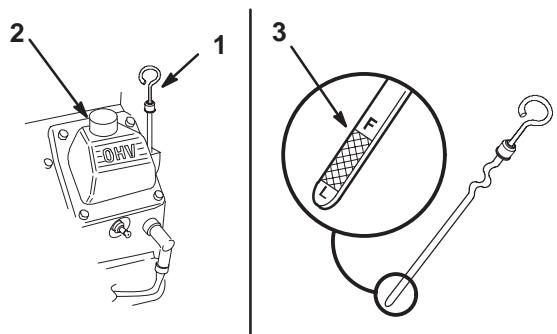

Figure 37
2. Nettoyez la surface autour de la jauge d'huile (Fig. 37) pour éviter que des impuretés ne s'introduisent dans le goulot de remplissage, ce qui risquerait d'endommager le moteur.
3. Sortez la jauge d'huile et essuyez soigneusement l'extrémité métallique (Fig. 37).
4. Enfoncez la jauge complètement dans le goulot de remplissage. Sortez de nouveau la jauge et examinez l'extrémité métallique (Fig. 37). Si le niveau est bas, versez lentement une quantité d'huile suffisante dans le goulot de remplissage pour amener le niveau au repère du plein (F).
6. Versez lentement environ 80% de la quantité d'huile spécifiée à la page 37 dans le goulot de remplissage (Fig. 37). Vérifiez le niveau d'huile (voir Contrôle du niveau d'huile, page 37). Faites l'appoint avec précaution pour amener le niveau au repère du plein.